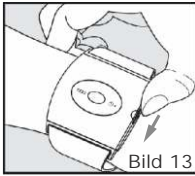
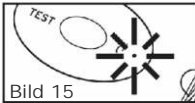

Bild 13
Bild 15
Schalten Sie nun das Gerät ein. Drehen Sie den Ein/Ausschalter ③ auf die Intensitätsstufe 2 (Bild 13). Ist guter Hautkontakt vorhanden, leuchtet die LED ② einmal grün auf. Bei schlechtem Hautkontakt leuchtet die LED ② einmal rot auf (Bild 15). Ziehen Sie dann das Band etwas fester an und wiederholen Schritt 9 bis die LED grün aufleuchtet.
Erfolgt ein elektrischer Impuls vom Gerät, leuchtet die LED ② während der Impulsdauer grün auf (Bild 15). Wird von dem Schnarchstopper ein Geräusch über 65 db Dezibel wahrgenommen, leuchten die LED ② einmal grün auf. Leuchtet die LED ② rot auf ist kein Hautkontakt zum Gerät vorhanden. Bitte wiederholen Sie Schritt 9.